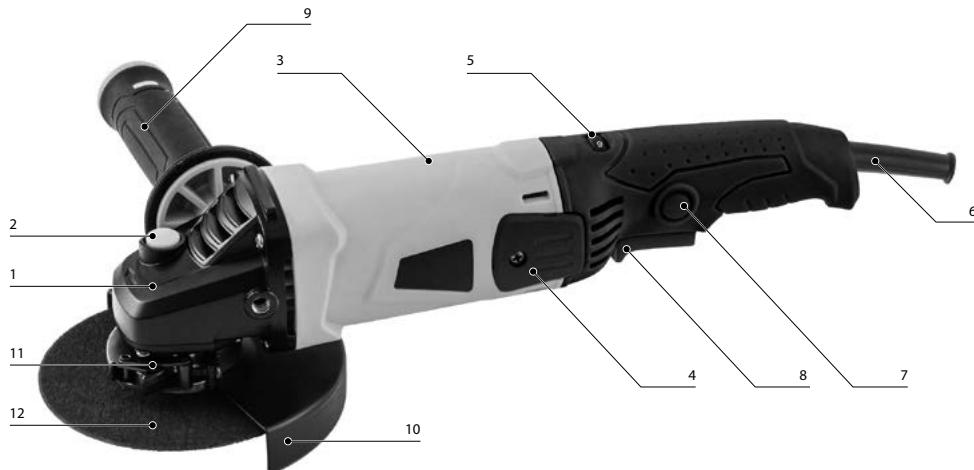

Рис. 1
Общий вид машины представлен на рис. 1.
- отвести в сторону рычаг 11 (рис. 1) фиксации кожуха, ослабив крепежный хомут;
Вкрутите рукоятку 9 (рис. 1) в резьбовое отверстие корпуса редуктора в удобное для работы положение.
При установке/снятии оснастки блокировка шпинделя осуществляется клавишой 2 (рис. 1), расположенной на корпусе редуктора. Блокировка шпинделя также может осуществляться с помощью гаечного ключа S17.
Во избежание поломки машины и получения травм запрещается нажимать на кнопку блокировки шпинделя 2 (рис. 1) во время работы шлифовальной машины, а также до полной остановки шпинделя после выключения двигателя.
В зависимости от вида используемой оснастки, вида обрабатываемого материала и характера обработки можно выбрать оптимальную частоту вращения шпинделя машины. Выбор осуществляется с помощью регулятора 5 (рис. 1). Числа на кольце регулятора соответствуют положениям кольца и не указывают на конкретную частоту вращения, выраженную в оборотах в минуту. Большему числу соответствует большая частота вращения шпинделя и оснастки.
Для включения машины необходимо нажать клавишу выключателя 8 (рис. 1) при нажатой кнопке 7 (рис. 1). Для отключения машины отпустите клавишу 8.